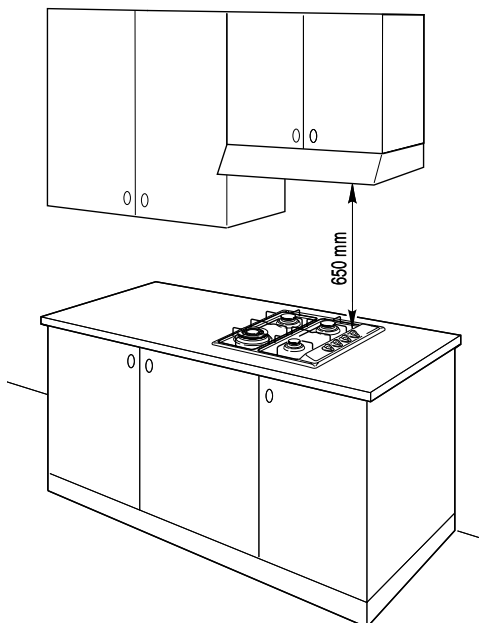

Abb. 4.2
- ✓ zwischen der Kochmulde und einem darüber hängenden Küchenwandschrank oder einer Abzugshaube muß ein Abstand von mindestens 650 mm übrig bleiben (Abb. 4.2).